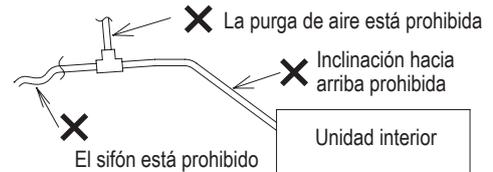

Fig. 1-7
- No instalar el tubo de drenaje con una inclinación hacia arriba desde el orificio de drenaje. Esto ocasionará que el agua fluya en sentido inverso y que se filtre cuando la unidad no esté funcionando. (Fig. 1-7)
- No instalar un purgador de aire, ya que esto podría hacer que el agua saliese pulverizada del tubo de drenaje. (Fig. 1-7)
- No introducir sifones en el tubo de drenaje. Hacerlo provocaría un ruido anormal. (Fig. 1-7)